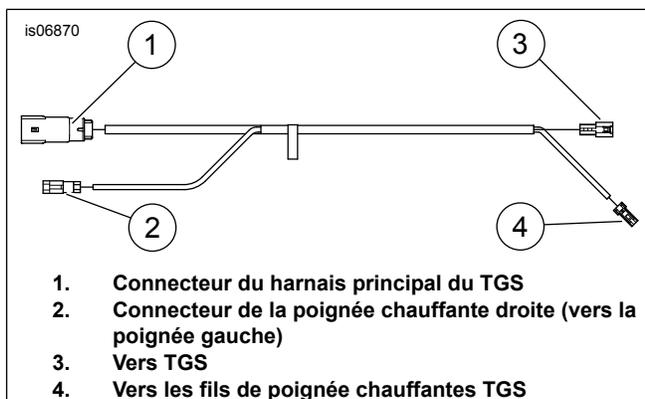

Figure 4. Harnais pour cavaliers TGS
4. Voir la Figure 4. Relier le **nouveau** faisceau de cavalier TGS au TGS.
- a. Connectez le connecteur (3) au harnais TGS.
- b. Connectez le connecteur (4) au connecteur de la poignée chauffante.